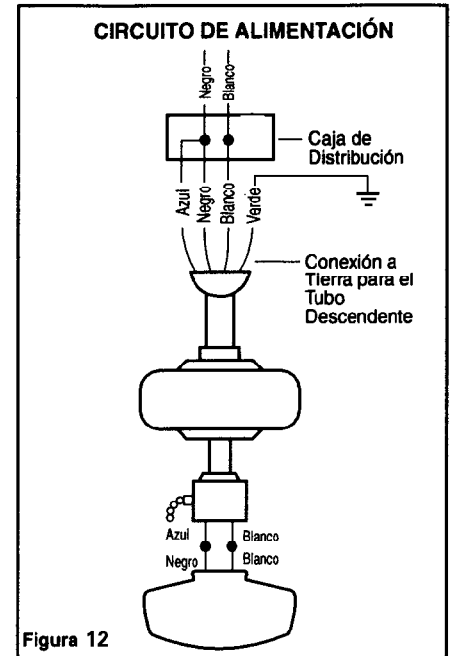

Figura 12
Paso 3 Conectar el cable negro del motor del ventilador al cable negro del suministro eléctrico usando una tuerca de cable (Figura 12).